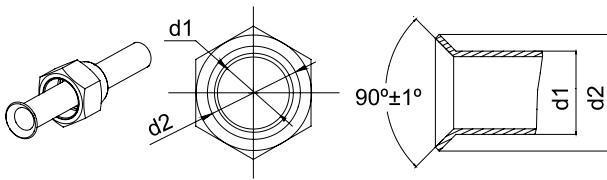

Рис. 9
4. Развальцовка должна быть выполнена равномерно, на развальцованных участках не должно быть трещин (см. рис. 9).